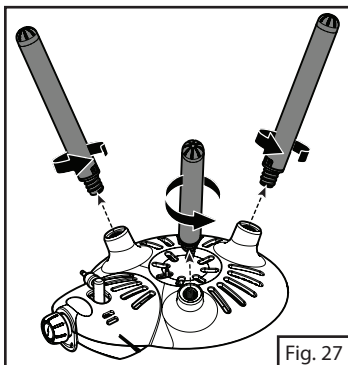

Fig. 27
- Retourner le réchaud sur une surface plane et lisse. Dévissez les pieds de la base du réchaud en les tournant dans le sens antihoraire (Fig. 27).